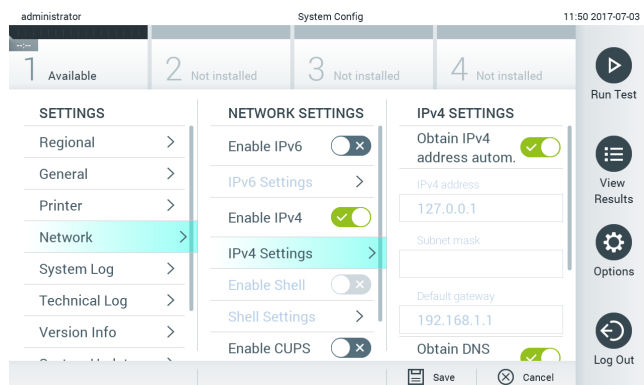

Figure 66. Configuration des paramètres réseau.
2. Sélectionnez Network (Réseau) dans la liste des paramètres dans la colonne de gauche (figure 66).